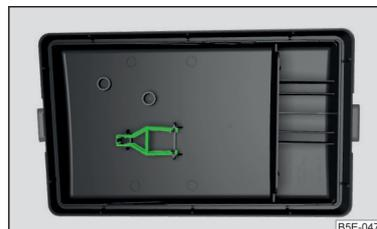

Abb. 223 Abdeckung des Sicherungskastens im Motorraum: Kunststoffklammer für Sicherungen
- Die unter der Abdeckung des Sicherungskastens im Motorraum befindliche Kunststoffklammer nehmen » Abb. 223 auf Seite 243.